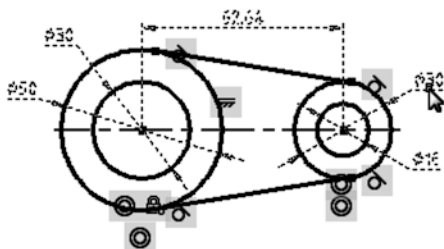
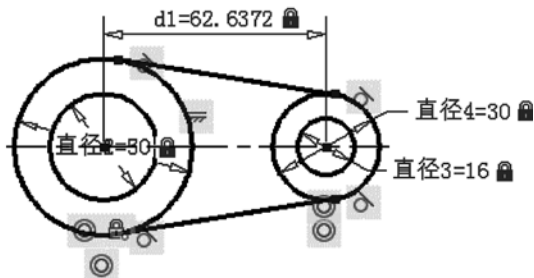

图 11-36 选择要转换的关联标注
图 11-37 将选定尺寸标注转换为标注约束
2) 在功能区“参数化”选项卡的“标注”面板中单击“转换”按钮，选择要转换的关联标注，本例先选择水平尺寸标注，接着按照逆时针方向依次选择其他 4 个直径尺寸标注，如图 11-36 所示，然后按〈Enter〉键，从而将所选的这些尺寸都转换为标注约束，如图 11-37 所示。